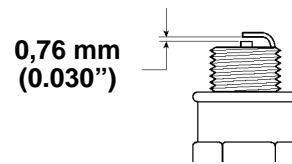

Abbildung 27
5. Den Elektrodenabstand an der neuen Zündkerze auf 0,76 mm (0.030") einstellen (Abb. 27).